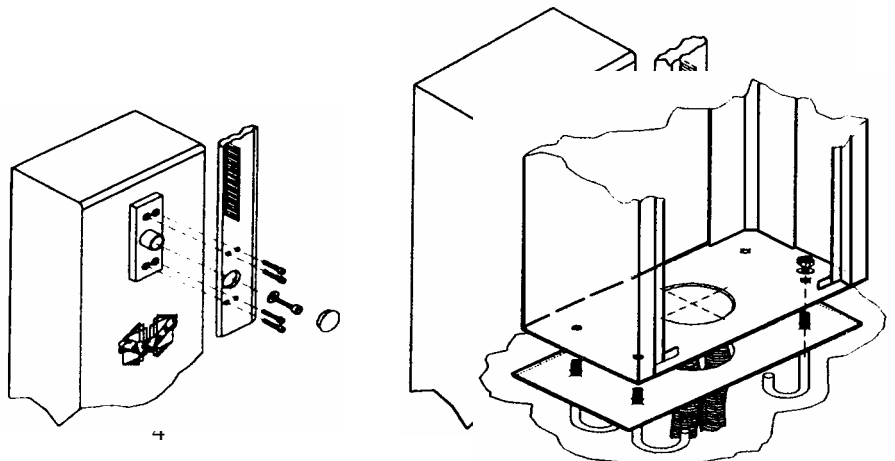

Рис.13 Крепление стрелы шлагбаума; Рис.12 Установка шлагбаума.
5. Закрепите стрелу шлагбаума болтами или фланцем (рис. 13).